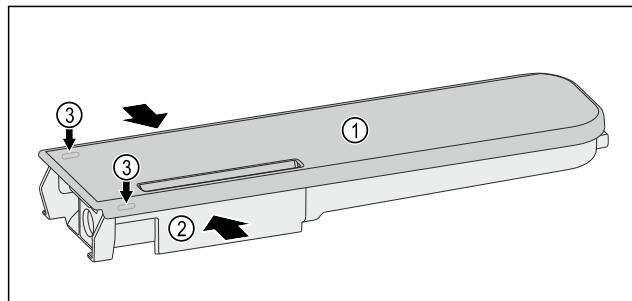

Fig. 173
- ▶ Стиснете резервоара за вода Fig. 173 (2) и внимателно откачете и изтеглете нагоре капака Fig. 173 (1) над фиксиращите палци Fig. 173 (3).
- ▶ Раздвижете капака Fig. 173 (1) леко напред-назад и го свалете нагоре.